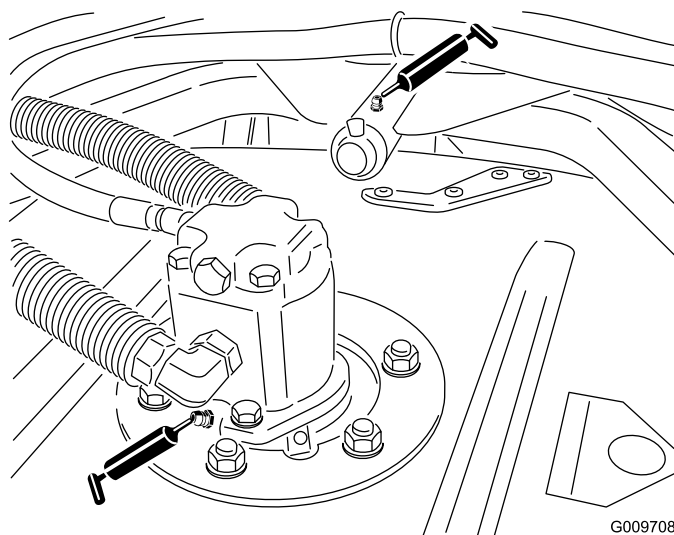

Figura 21
- Cojinetes de los ejes de las unidades de corte (1 por unidad de corte) (Figura 21).
- Casquillos de los brazos de las unidades de corte (1 por unidad de corte) (Figura 21).